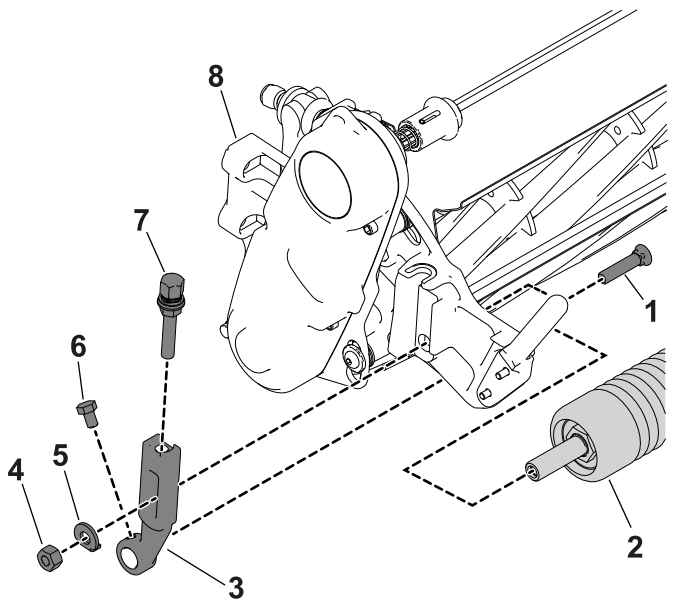

图 2
1. 在滚刀组上旋松将前滚筒两端固定至剪草高度臂的安装螺丝图 2。
2. 卸下将剪草高度臂固定至滚刀组两端的防松螺栓、垫圈和锁紧螺母图 2。卸下剪草高度臂和滚筒。